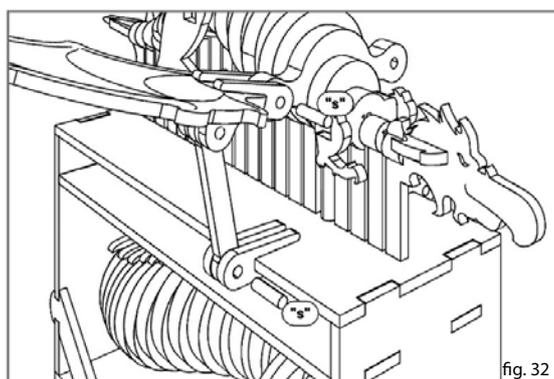

fig. 32
ATTENZIONE : porre la parte disegnata dell'ala in moda che sia visibile da sopra. Montare il "complessivo ali" così ottenuto sui supporti della base e sui supporti dell'elemento "E16" a mezzo dei perni "v".(fig. 32)
2. Mount the two wings obtained on the supports of the base and on the supports of the "E16" element, in the middle of the "v" pins (Fig. 32).